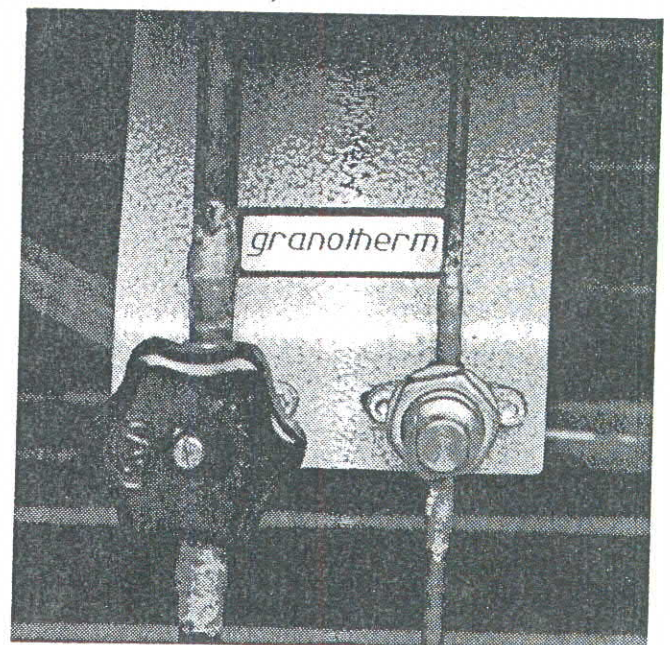

Bild 11: *granotherm*-Ventile 1 und 59
- rund gekennzeichnete Zahl bedeutet Meldeleuchte am Schaltkasten nach Bild 11 u. 61..
- eckig gekennzeichnete Zahl bedeutet Schalter oder Taster nach Bild 11 u. 61..
sind zwei *granotherm*-Handventile eingebaut. Das kleinere ist geöffnet und mit einer Schutzkappe versehen. Das größere besitzt ein rotes (oder blaues) Handrad, wie auf Bild 11 zu sehen. *granotherm*-Ventil (1) so weit öffnen, bis die gewünschte Nachwärme erreicht ist.